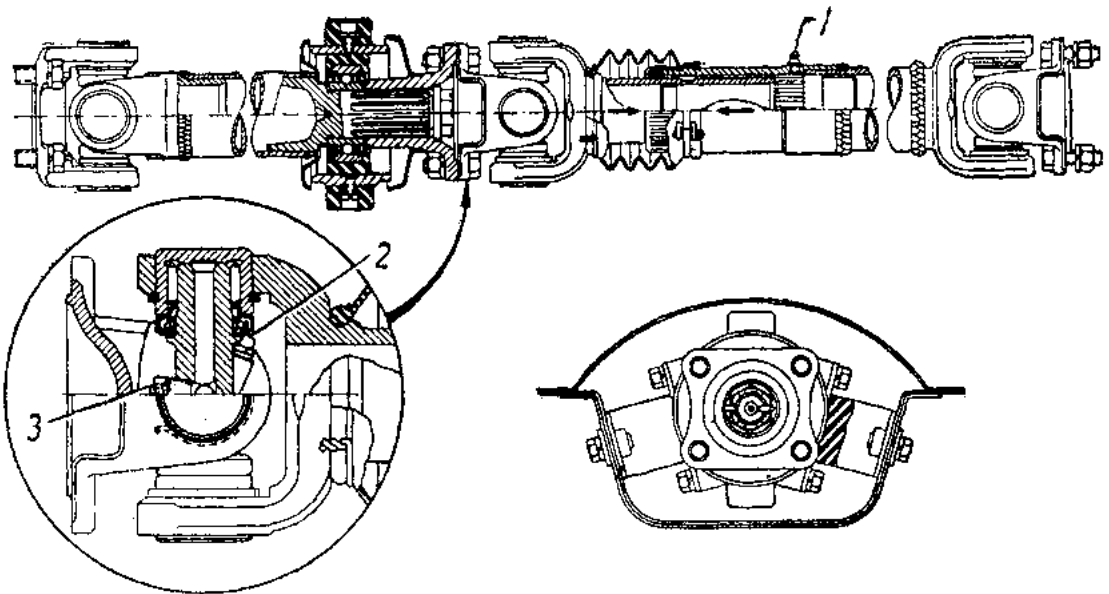

Рис. 51. Карданная передача.
- 1) включите третью передачу и убедитесь в том, что рычаг переключения находится в горизонтальном положении или ниже до 6°. Измените длину тяги 14 (рис. 51), вращая ее наконечник;
Карданная передача (рис. 51) состоит из двух валов. На каждом из валов вилки расположены в одной плоскости, как показано. Нарушение расположения вилок или фланцев даже на один шлиц вызывает вибрацию валов и автомобиля.